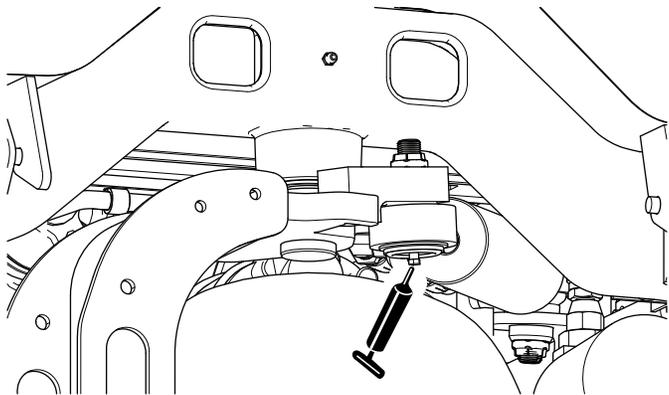

図 70
**注** ステアリングシリンダ反対側の端にグリス注入箇所を作ることができます。その場合、タイヤを外し、ニップルを付け、グリスを注入し、ニップルを外し、プラグを取り付けます 図 70。